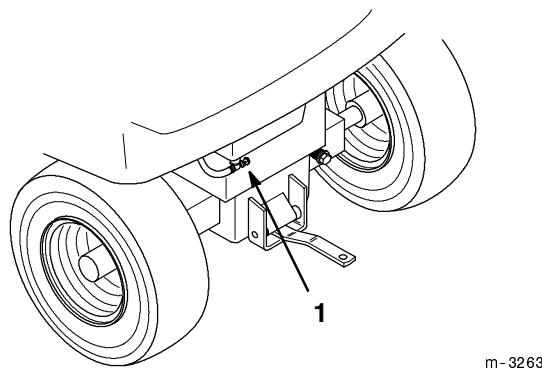

Abbildung 38
2. Den Kraftstoffhahn am Kraftstofftank schließen (Abb. 38 & 39).
7. Den Kraftstoffhahn am Kraftstofftank öffnen (Abb. 38 & 39).